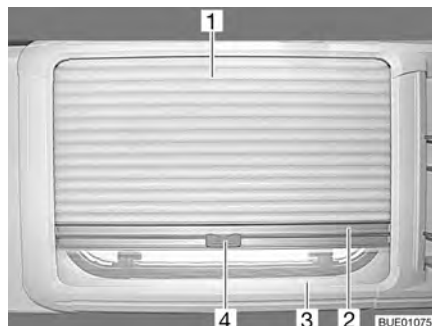

Bild 59 Överkantshängt fönster
**Stänga:** ■ Ta tag i mitten på plisségardinens (Bild 59,1) list (Bild 59,2) och drag den uppifrån och ner och släpp den vid önskad höjd. Plisségardinens stannar på denna höjd.
**Stänga:** ■ Drag, med handtaget (Bild 59,4) upp insektsnätet (Bild 59,3) tills det stöter mot plisségardinens (Bild 59,1).
**Öppna:** ■ Drag i handtaget (Bild 59,4) på insektsnätet.